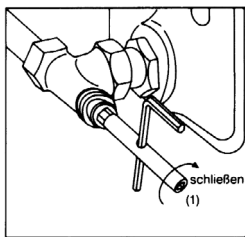

Bild 8
- 4.3 Entleerungs- und Füllwerkzeug (2) von der Armatur abschrauben und mit Sechskantschlüssel SW 10 (1) den Einsatz mit max. 10 Nm nachziehen (Bild 8).
- 4.4 Mit Sechskantschlüssel SW 10 (1) durch Rechtsdrehen des Einsatzes die Armatur schließen und mit max. 10 Nm anziehen (Bild 8).